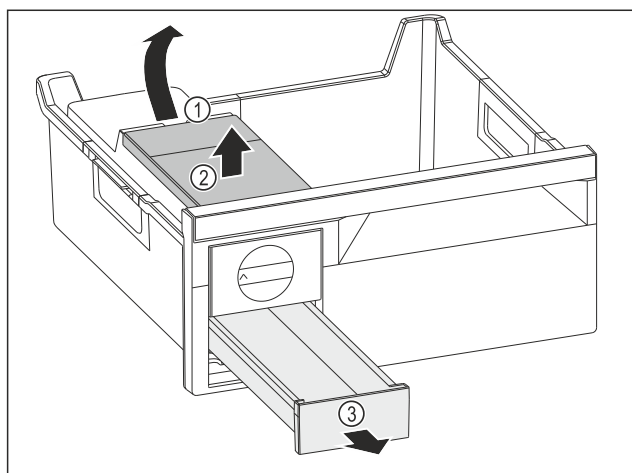

Fig. 142
- Retirer le réservoir d'eau : Soulever le réservoir d'eau hors de l'évidement Fig. 142 (1).
- Retirer le réservoir d'eau Fig. 142 (2) vers le haut.
- Retirer le compartiment à glaçons Fig. 142 (3) vers l'avant.